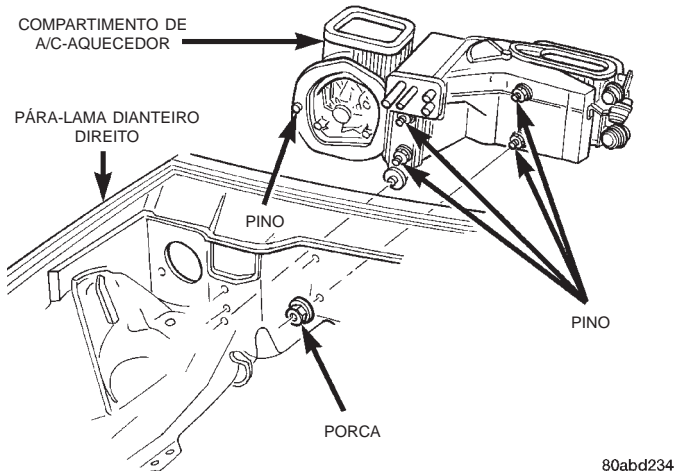

Fig. 51 Remoção/Instalação do Compartimento de A/C-Aquecedor
(10) Retire as cinco porcas dos pinos de montagem do compartimento de A/C-aquecedor no lado do compartimento do motor do painel dash (Fig. 51). Retire ou reposicione o canister de evaporação para acesso adicional, se necessário.